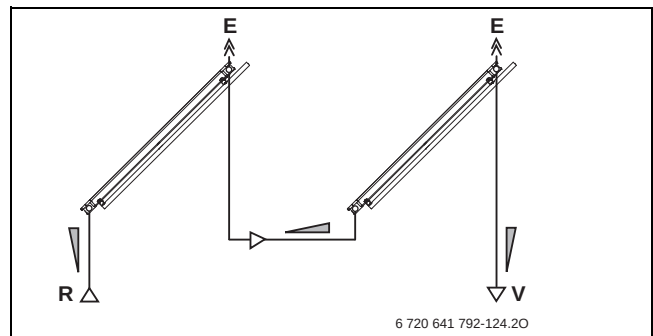

Bild 145 Hydraulikschema mit Entlüfter pro Kollektorreihe am Beispiel Flachdachmontage (Reihenschaltung)
- Für jede Reihe einen Entlüfter einplanen (→ Bild 145).